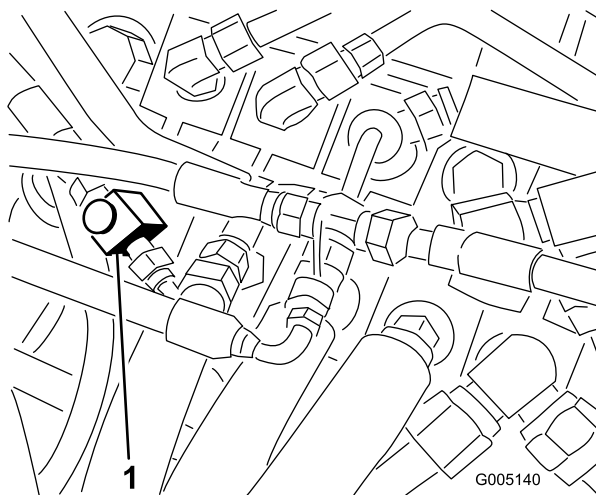

図 46
1. 座席を倒し、メイン・コントロール・バルブについているフロー・コントロール・バルブを露出させる（図 46）。